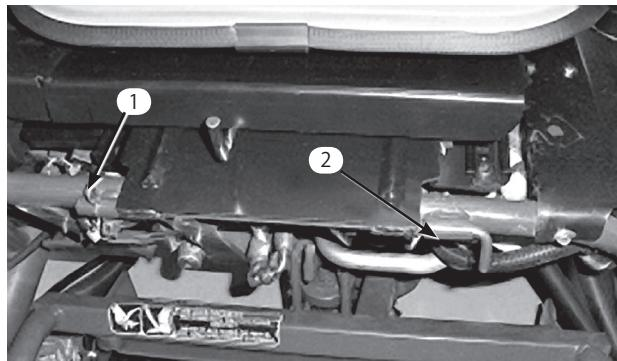

図40
3. 座席を降ろし、回転軸を固定しているコッター・ピンを抜き取る（図40）。